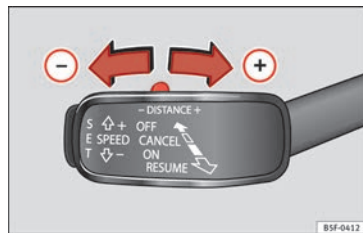

Abb. 155 Bedienelement: Abstand einstellen.
- Zur Angabe des aktuell programmierten Abstands, bitte den Kippschalter drücken **» Abb. 155.**